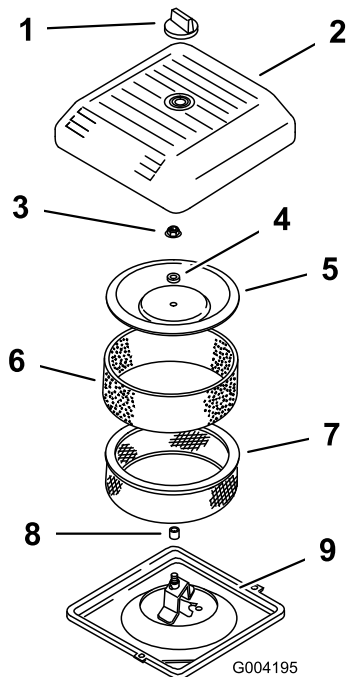

Figura 19
3. Desenrosque el pomo y retire la cubierta del limpiador de aire (Figura 19).
4. Deslice cuidadosamente el prefiltro de gomaespuma para separarlo del elemento de papel (Figura 19).
5. Desenrosque la tuerca de la tapa y retire la tapa, el espaciador y el filtro de papel (Figura 19).
2. Coloque el conjunto del limpiador de aire sobre su base (Figura 19).
3. Instale la tapa y el espaciador y fíjelos con la tuerca de la tapa (Figura 19). Apriete la tuerca a 11 Nm (95 pulgadas-libra).
4. Instale la cubierta del limpiador de aire y fíjela con el pomo (Figura 19).